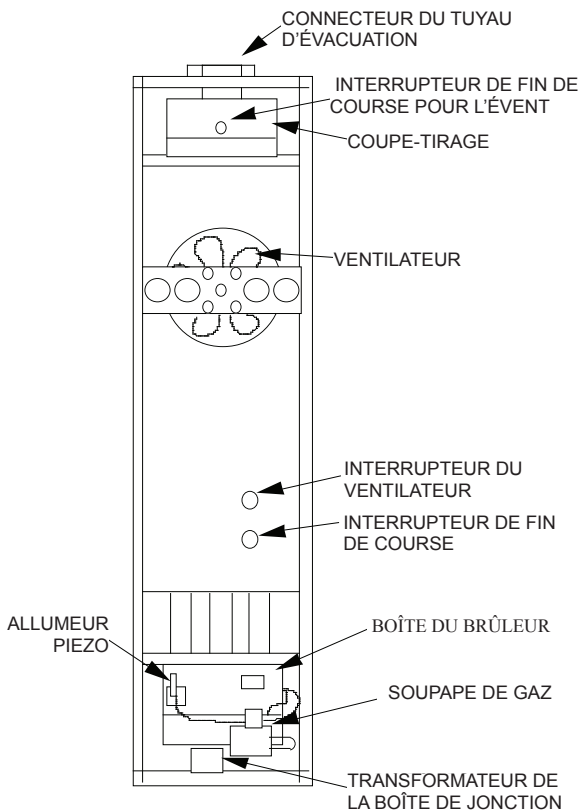

Figure 14
2. Pour vérifier le voltage dans la ligne au radiateur, enlever le panneau avant et court-circuiter deux bornes du contrôle du ventilateur pour permettre au ventilateur de fonctionner. Voir Figure 14.